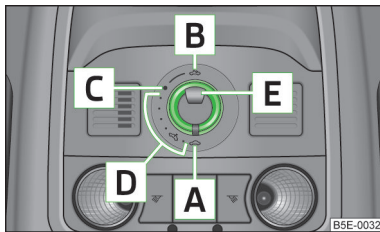

Abb. 26
- Wurde die Batterie abgeklemmt und wieder angeklemmt, kann es passieren, dass das Schiebe-/Ausstelldach außer Funktion ist. Dann den Drehschalter in die Schalterstellung **A** » Abb. 26 auf Seite 49 stellen, ziehen und an der Aussparung nach unten und vorn festhalten. Nach etwa 10 Sekunden geht das Schiebe-/Ausstelldach auf und wieder zu. Erst danach den Drehschalter wieder loslassen.
› Den Schalter in Stellung **C** » Abb. 26 drehen.
- › Den Schalter in Stellung **A** » Abb. 26 drehen.